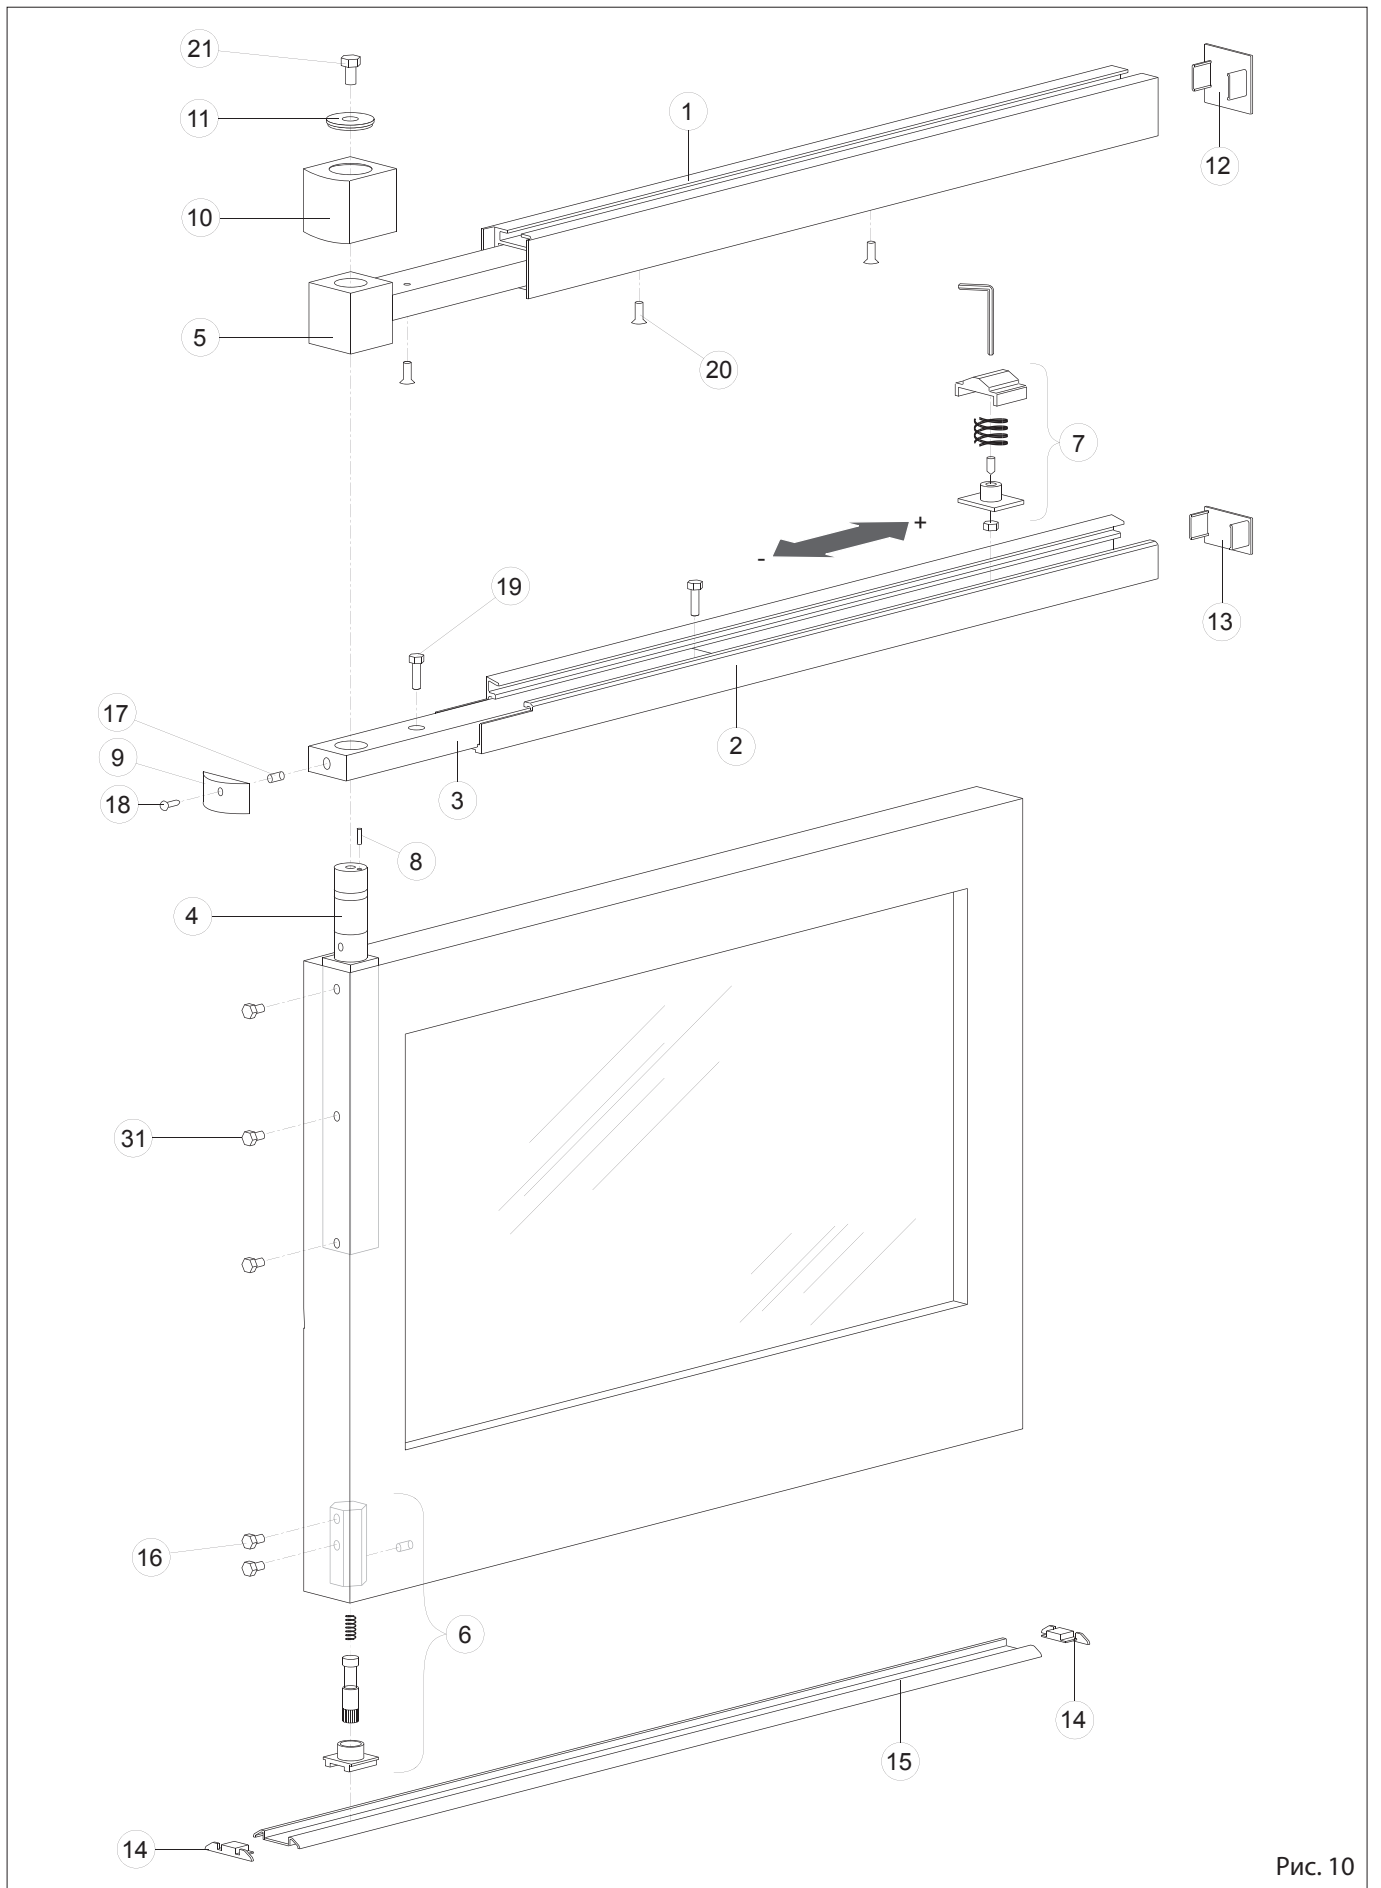

Рис. 10
- (Рис. 13) Соберите защелку [7] и установите ее на секцию [2]; (Рис. 10) усилие, необходимое для распаивания створки может регулироваться перемещением защелки вдоль секции [2] и сжатием пружины при помощи соответствующего винта с шестигранной головкой.